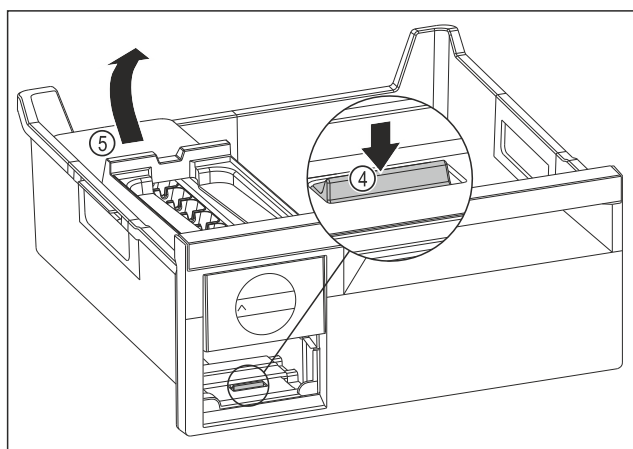

Fig. 172
- ▶ Ta ut EasyTwist-Ice-enheten: Tryck ned skenan Fig. 172 (4) med fingret och lyft samtidigt EasyTwist-Ice-enheten Fig. 172 (5) bakifrån med andra handen.